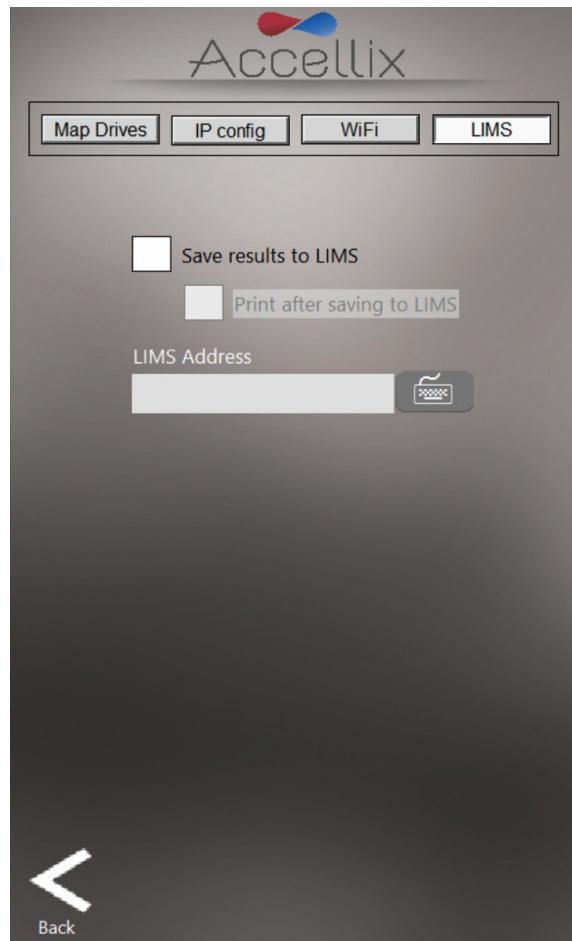

Figura 27: Pantalla de Red: pestaña LIMS
4. Para configurar un sistema para que guarde datos en el sistema LIMS, seleccione la pestaña LIMS (Figura 27). Para permitir que el sistema guarde datos en el sistema LIMS: